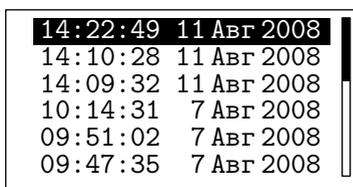

Рис. 3.6
3.4.2. "Архив" (Рис. 3.6) - просмотр результатов измерений.